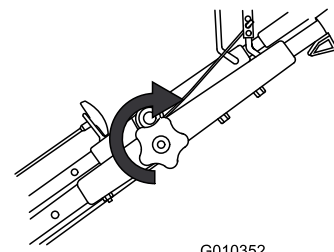

Figure 19
3. Serrez le bouton de la partie supérieure du guidon autant que possible (Figure 19).